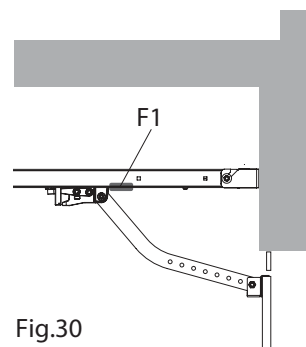

Fig.30
- Sluit de deur volledig en bevestig daarna één van de mechanische stops die rusten op het geleiderail (Fig.30-Ref.F1).